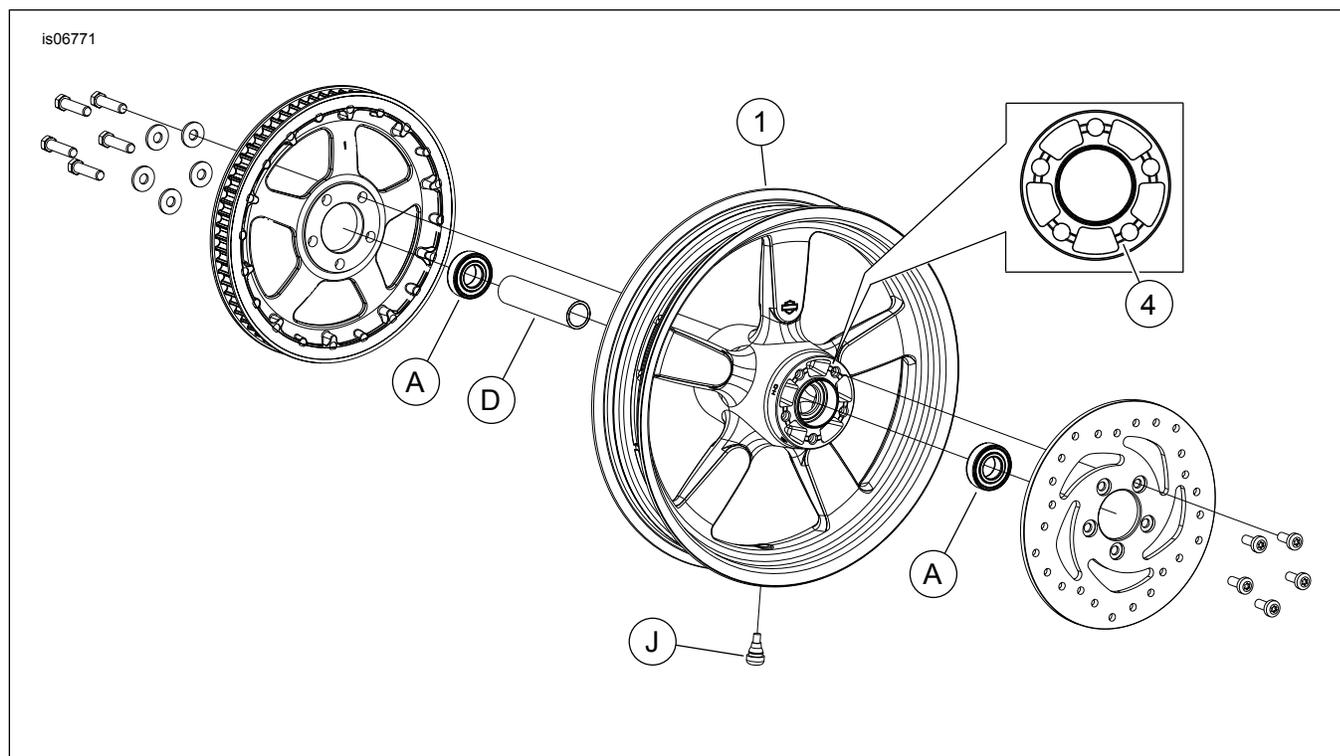

Figura 1. Piezas de servicio: Rueda trasera Fat-X
Vea Figura 1 y Tablas de piezas de servicio.
- Vea Figura 1. Instale el conjunto del vástago de la válvula (J) en la rueda. Vea NEUMÁTICOS en el Manual de servicio.